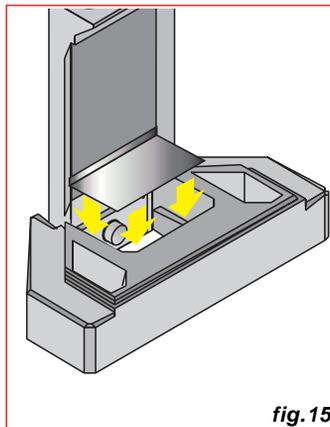

fig.15
7) Posizionare la piastra di chiusura sulla base del focolare, sigillare con silicone resistente alle alte temperature (fig.15).